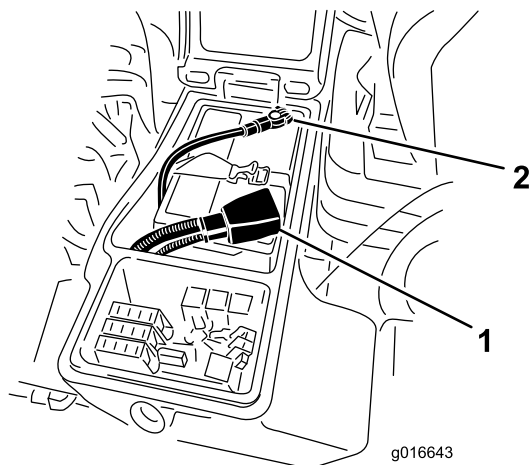

Figure 133
3. Débranchez le câble négatif de la batterie (Figure 133).